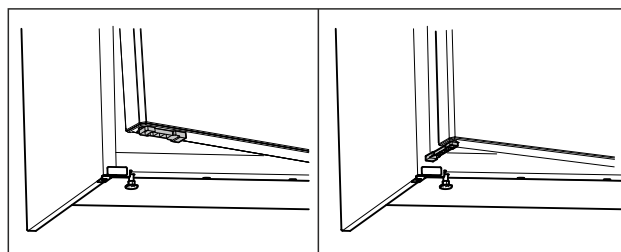

Fig. 70 *
- ▶ Pöörake ukse avamispiirajat 90°. (vt. Fig. 70) *